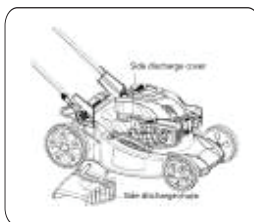

Рис. 7
**СБОРКА БОКОВОГО РАЗГРУЗОЧНОГО ЛОТКА (Рис. 7).****⚠ ПРИМЕЧАНИЕ**